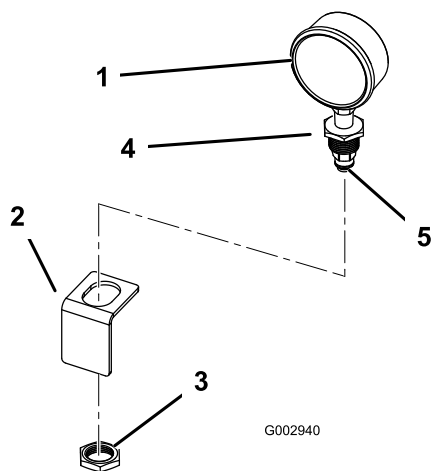

Figure 46
1. Enroulez du ruban Téfalon, dans le sens antihoraire, autour du filetage du manomètre et montez le raccord réducteur sur le manomètre (Figure 46).
2. Montez le raccord en plastique noir dans le raccord réducteur du manomètre (Figure 46).
3. Montez le manomètre dans le support sous l'ouverture ronde à l'intérieur du couvercle du boîtier de commande et fixez-le avec l'écrou fourni avec (Figure 46).